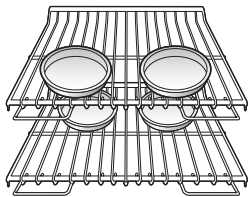

Figura 1
- Si debe utilizar varios estantes en el horno inferior, coloque los estantes en la posición C(estante) y E(estante). Coloque las bandejas tal como se muestra en la Figura 1. Si debe utilizar un solo estante en el horno superior, coloque el estante en la posición A y en el horno inferior, coloque el estante en posición C. Coloque la bandeja tal como se muestra en la fig.2. En el horno superior es recomendado hornear con el estante en posición A.